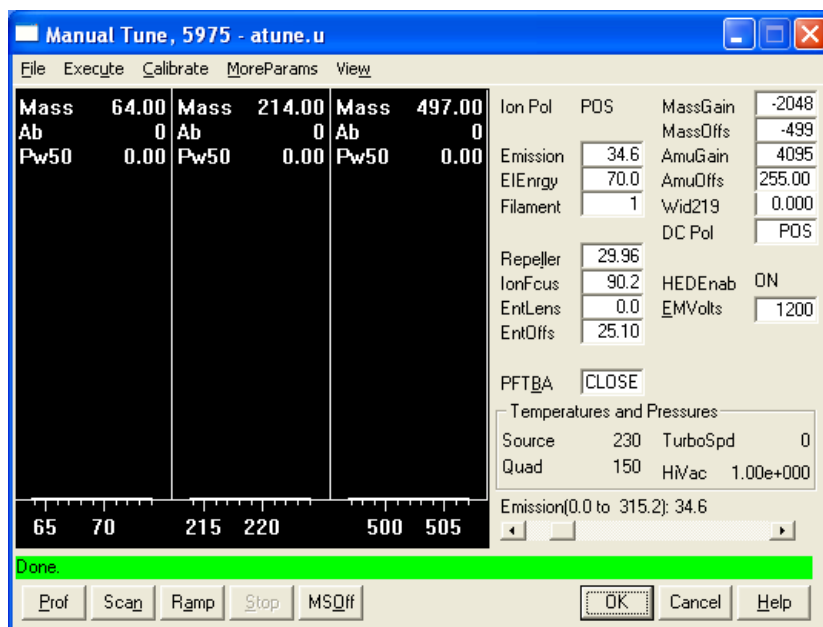

Figura 13 Parámetros de sintonía
- 1 En la ventana Instrument Control, seleccione **Edit Tune Parameters** en el menú Instrument (Figura 13).